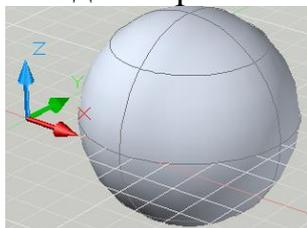

Рис. 11.13 Куля
**5 Команда Шар**  дозволяє створювати кулю (рис.11.13). При її будівлі вказують центр кулі і її радіус або діаметр.